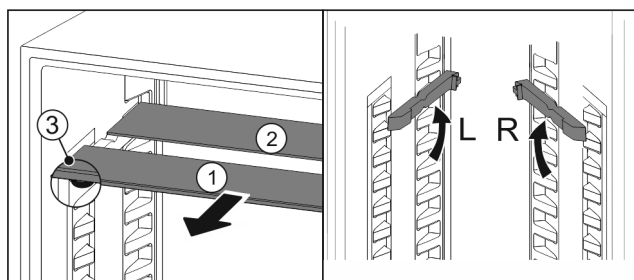

Fig. 168
- estrarre i ripiani di vetro singolarmente tirando in avanti Fig. 168 (1).
- Il piano in vetro Fig. 168 (1) con il motivo ornamentale è nella parte anteriore.
- I fermi Fig. 168 (3) sono rivolti verso il basso.